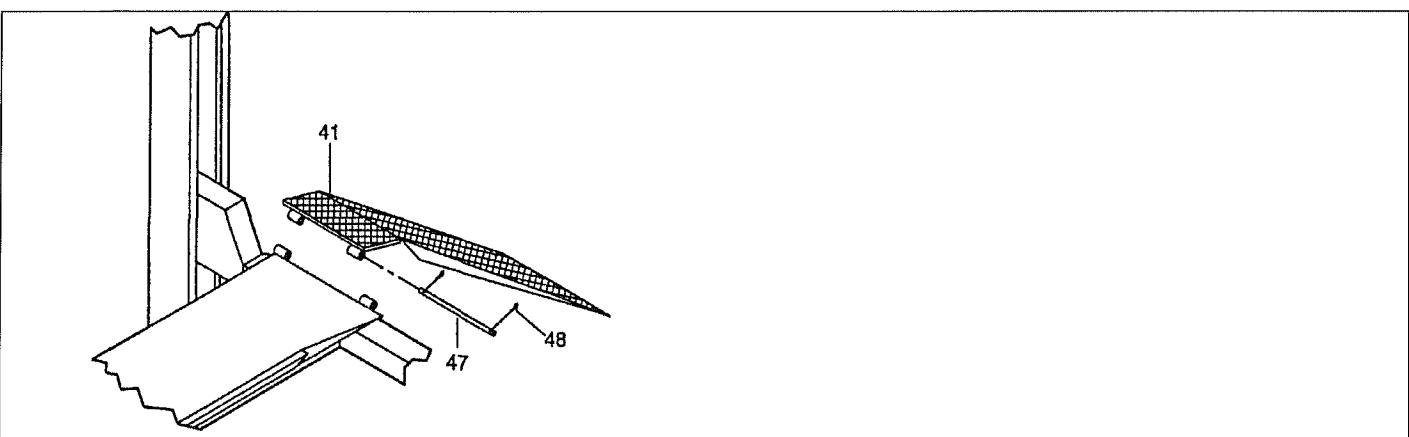

Рис. 57. Крепление упоров колес и рамп заезда автомобиля
Рампы заезда автомобиля (поз. 41, Рис. 57) и упоры для колес (42) могут устанавливаться на обоих концах платформы (7 - 8), в зависимости от потребностей пользователя. Вставьте рампы заезда (41) в отверстия на конце платформы с требуемой стороны, а затем закрепите упоры колес (42) с противоположной стороны винтами M10x25 (43) с шайбами 11x30 (44) и гайками M10 (45).